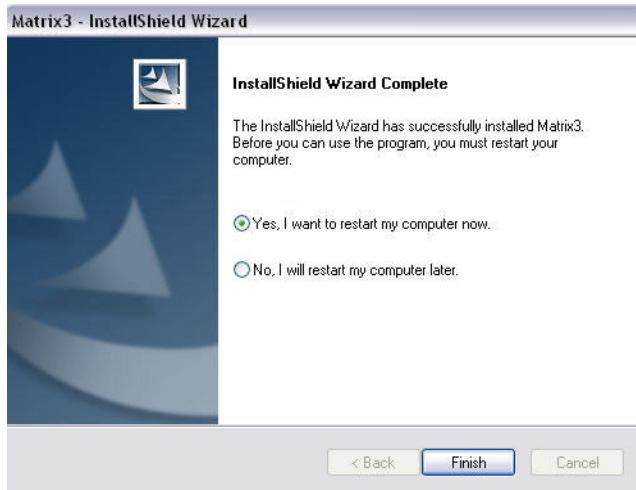

Рис. 10
12. Когда установка завершится, появится следующий экран: Рис. 10. Перед тем как система Matrix сможет работать на ПК, нужно перегрузить компьютер. Выберите пункт «Yes, I want to restart my computer» [Да, я хочу перегрузить компьютер] и нажмите кнопку «Finish» [Закончить], чтобы перегрузить.
- Когда установка завершится, появится следующий экран: Рис. 10. Перед тем как система Matrix сможет работать на ПК, нужно перегрузить компьютер. Выберите пункт «Yes, I want to restart my computer» [Да, я хочу перегрузить компьютер] и нажмите кнопку «Finish» [Закончить], чтобы перегрузить.